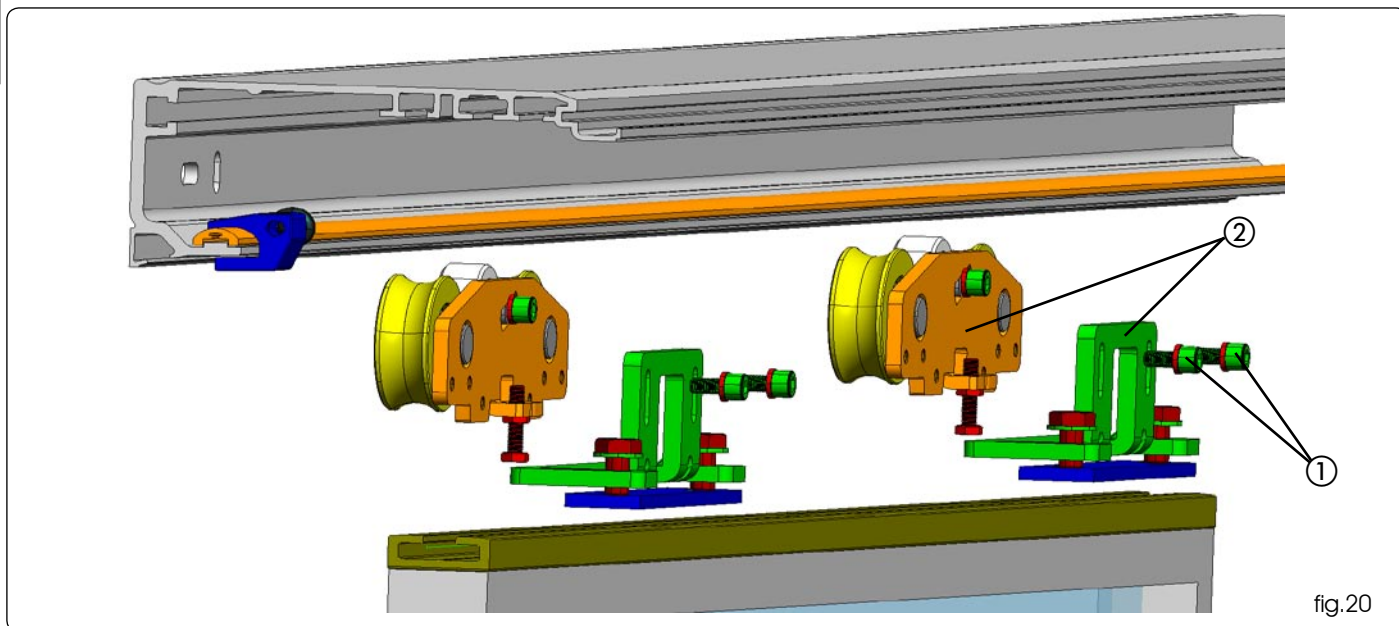

fig.20
Disassemblare il carrello staccando la piastra superiore e inferiore carrello fig.20 rif.② togliendo le 2 viti di fissaggio M6 fig.20 rif.①.